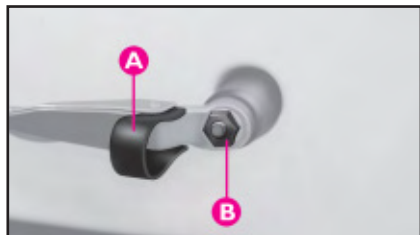

fig. 24
1) Kantel dopje **A**-fig. 24 omhoog en verwijder de arm door de bevestigingsmoer los te draaien.